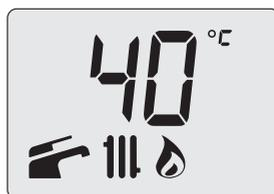

Figura 7.13
- Premendo il tasto 17 (Figura 7.2) si esce dalla "modalità programmazione" (Figura 7.13).